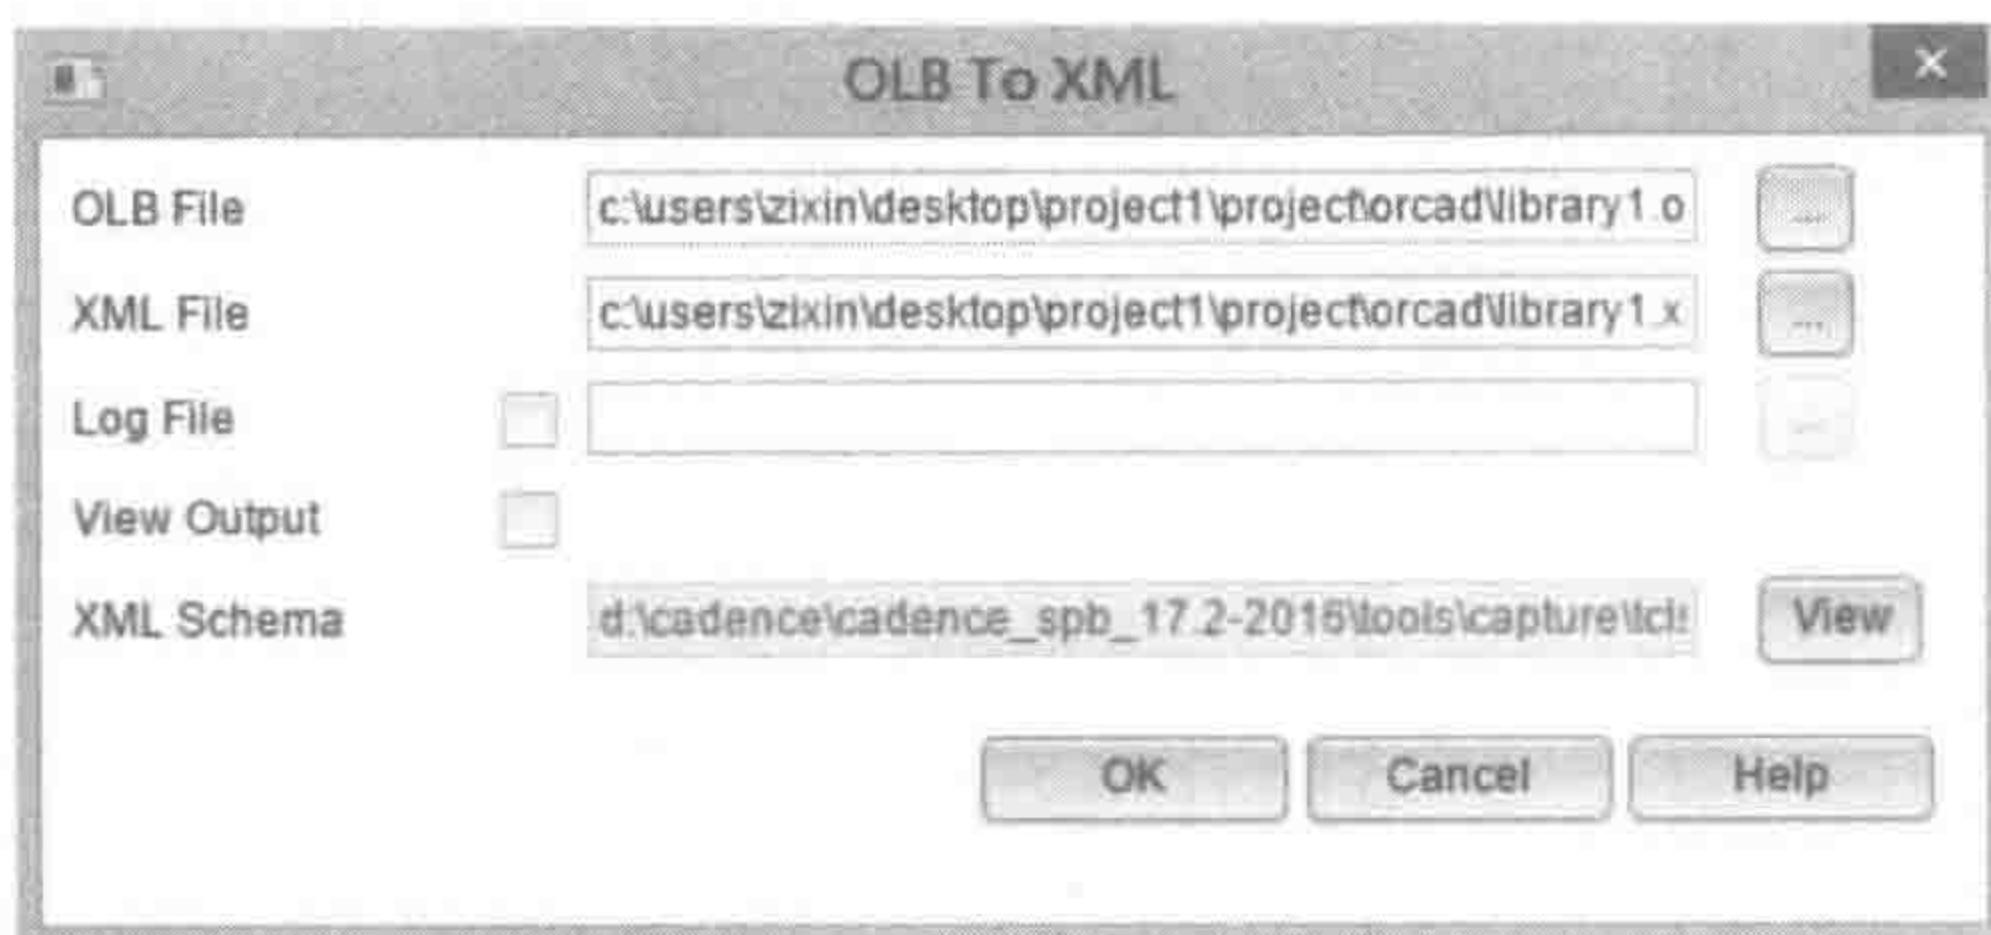

图 1-4-4 XML 文件格式的输出
5) XML 文件格式的输出与输入 OrCAD Capture 使用“File”→“Export”→“Design Library XML”指令弹出“OLB To XML”对话框，“OLB File”栏设置电路图或零件库的路径，“XML File”栏设置 XML 文件的保存路径，单击“OK”按钮，完成 XML 文件格式的输出，如图 1-4-4 所示。